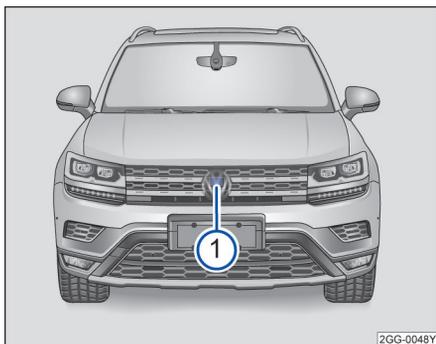

图 155 前部保险杠中：雷达传感器
为探测交通情况，前部保险杠中安装有一个雷达传感器→图 155 ①。因此可识别最远约 100 m 的前车。